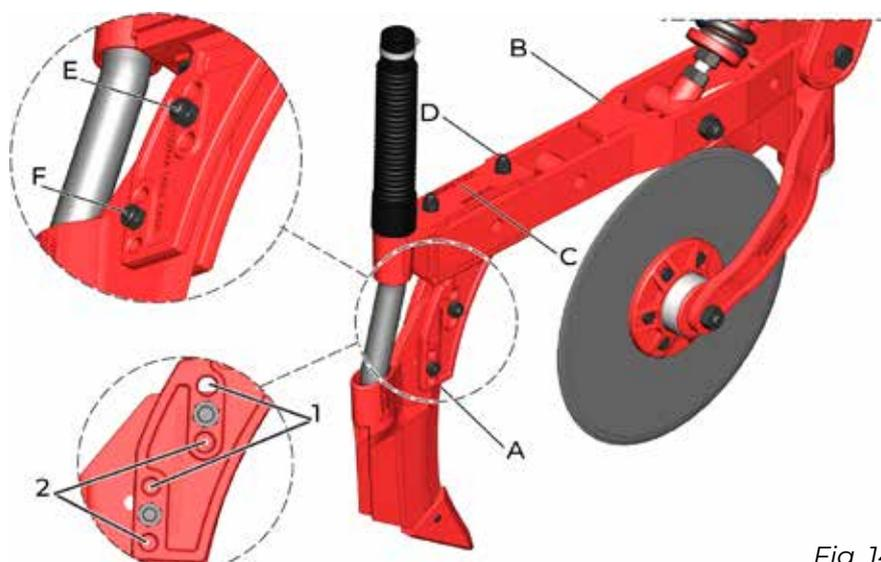

Fig. 14
Formado por um conjunto de discos duplos defasados de 13” e 14” (A) (fig. 14) e montados na estrutura da linha (B) (fig. 14) por meio do suporte dos discos (C) (fig. 14) com o fixador (D) (fig. 14). O suporte e o fixador são presos por parafusos, porcas e arruelas.
O condutor do adubo (E) (fig. 14) é aparafusado no fixador do disco duplo.